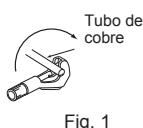

Fig. 1
- A mangueira de drenagem deve ficar voltada para baixo para facilitar o fluxo de drenagem. (Fig. 1)
- 1) Corte o tubo de cobre correctamente com um cortador de tubos.(Fig. 1, 2)